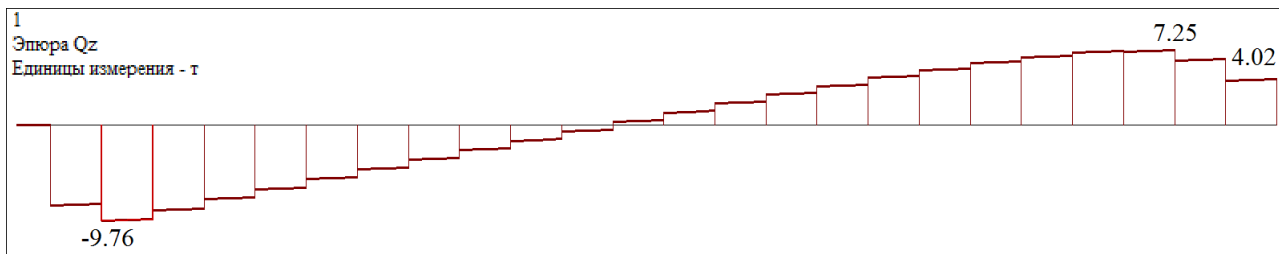

Рис. 20.8. Эюра поперечных сил в контурной балке по оси Д
- Для вывода эпюры поперечных сил **Qz** щелкните по кнопке **Qz** – во вкладке **Эпюры/мозаика** (панель **Усилия в стержнях** на вкладке **Анализ**). Эта эпюра представлена на рис. 20.8.